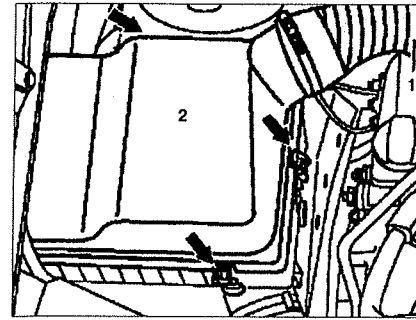

**Рис. 1.21.** Топливный фильтр двигателя 611.980:
- Отсоедините трубку 3 от топливного фильтра 1 (см.рис.1.21).